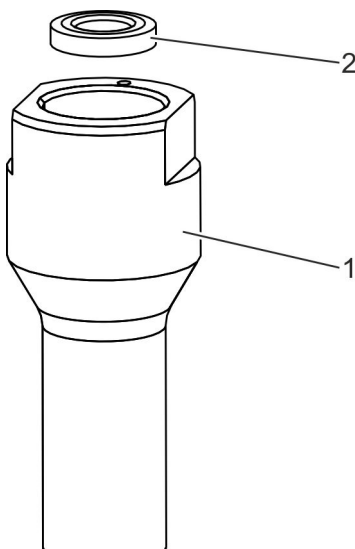

Abb. 16: Druckring entfernen
9. ➤ Druckring (Abb. 16/2) aus dem Rohr­stutzen (Abb. 16/1) ent­fernen.
11. ➤ Neuen Druckring (Abb. 16/2) in den Rohr­stutzen (Abb. 16/1) einlegen.